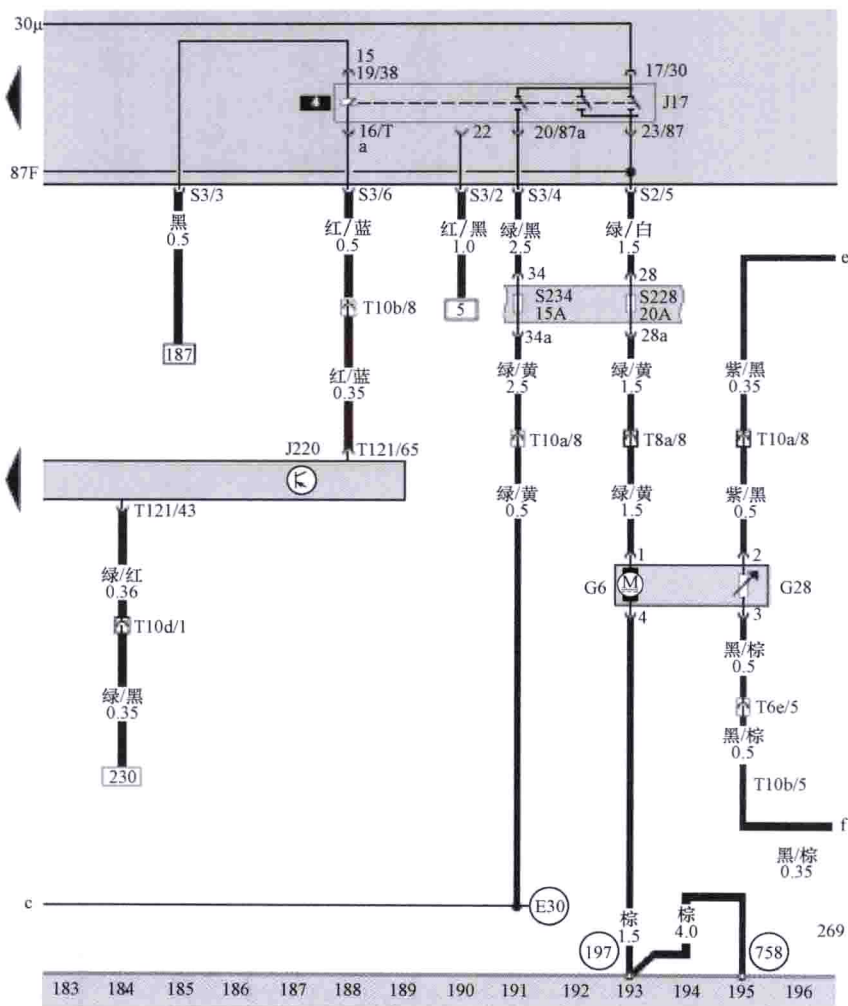

图 2-1 发动机 ECU、燃油泵、燃油表传感器和燃油泵继电器的相关电路
① 在气缸压力、起动机转速和喷油正时正常的情况下。
② 冷车起动的条件：冷却液温度信号 + 起动信号。
③ ECU 接收到起动信号根据冷却液温度状况提供喷油量（即喷油器开启时间）。
3) 打开车门钥匙，J220 通过端子 T121/65 向 J17 供电，正常情况下 J17 吸合，电流流向 S228（20A）并到达 G6。若燃油泵正常可靠搭铁，G6 提供油压 2 ~ 3s；若有 G28 信号，即长期工作。发动机 ECU、燃油泵、燃油表传感器和燃油泵继电器的相关电路如图 2-1 所示。